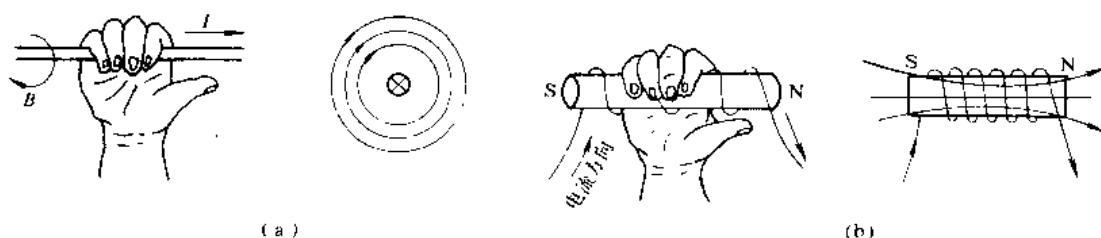

图1. 19
(1) 判定直导线电流产生的磁场方向：用右手握住导线，让拇指指向电流的方向，则其余四指所指的就是磁力线的方向（即磁场方向）。如图1. 19 (a) 所示。
(2) 判定通电线圈的磁场方向：用右手握住线圈，让四指指向电流的方向，则拇指所指的就是磁力线的方向（即磁场方向），如图1. 19 (b) 所示。